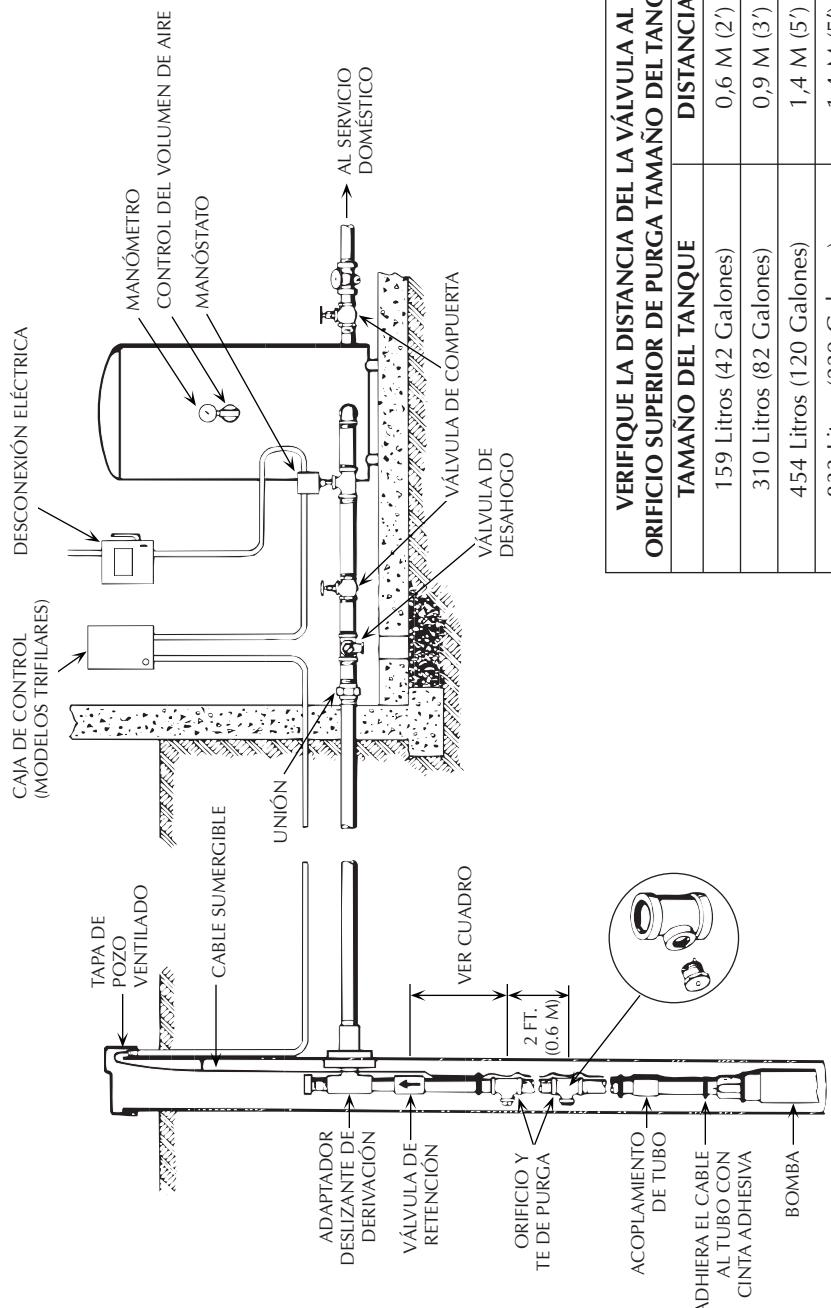

FIGURA 15 - Instalación con tanque de presión estándar
1. Si usa un tanque de presión estándar de aire sobre agua, instale dos orificios de purga a unos 2' (0.6 m) de distancia entre ellos según se ilustra en la Figura 15, página 21. Estos orificios cargarán el tanque automáticamente con aire. Consulte la figura 15 para determinar el lugar de los orificios. **AVISO:** Si usa un tanque precargado, NO instale orificios de purga. Si la bomba y el tanque precargado están sustituyendo un sistema de tanque estándar, retire los orificios de purga antes de instalar la bomba en el pozo.
Consulte la figura 15, en la página 39 para obtener información sobre las conexiones de las tuberías a los tanques de presión estándar y la distancia de los orificios de purga desde el tanque de presión.